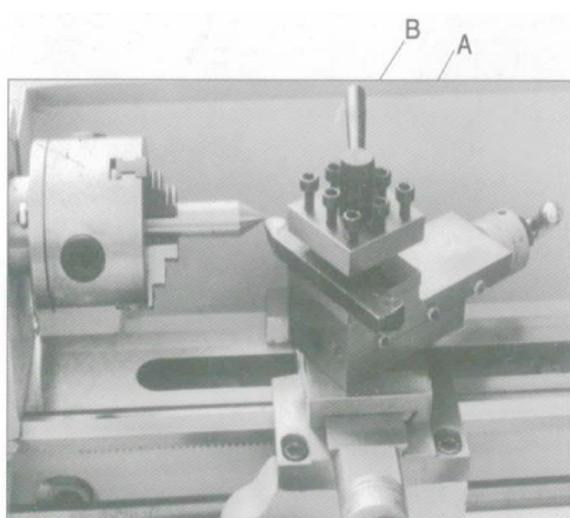

Рис. 11 Регулировка резцодержателя
Если Вы хотите отрегулировать положение резцодержателя, вам необходимо ослабить рукоятку, как показано на Рис. 11 (B). После завершения регулировки, не забудьте надлежащим образом закрепить рукоятку. Для замены рабочей фрезы необходимо открутить винты (A) при помощи универсального гаечного ключа, который поставляется в комплекте.